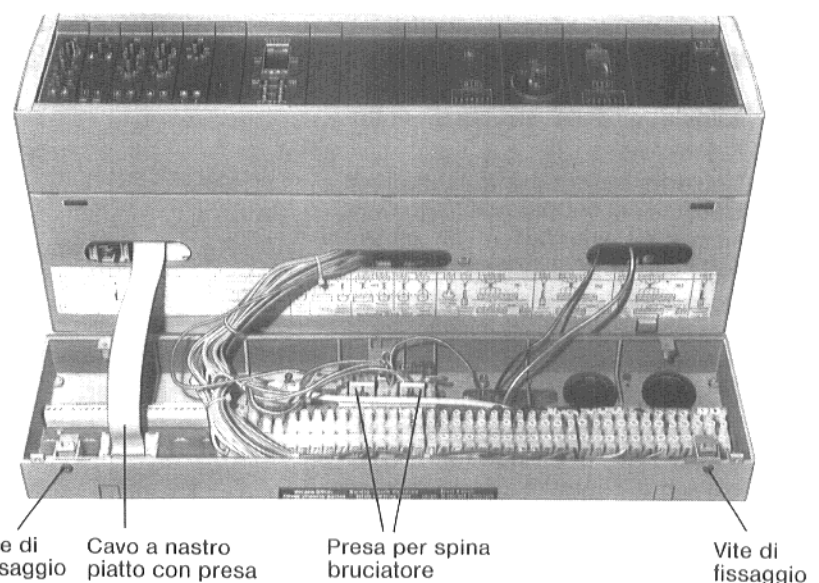

Fig. 18 - Quadro comando HS 3312
16. Immettere i collegamenti a sprinotti del quadro comando nelle corrispondenti morsettiere della basetta, quindi stringere tutte le viti (Fig. 18).
19. Immettere da sotto la spina del bruciatore nella controparte della basetta, all'immissione reggere la spina, da sopra (Fig. 18).
22. Porre il quadro comando sulla basetta, spingere le alette posteriori negli alloggiamenti ed avvitare entrambe le viti di fissaggio (Fig. 18).